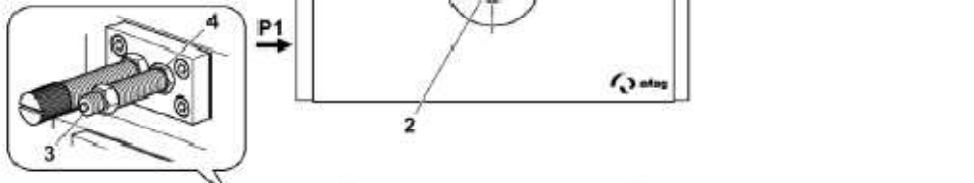

Fig. 15-1
Linke Anschlagsschraube (3) einschrauben. Die Ritzelwelle (2) dreht sich im Uhrzeigersinn. Anschlagsschraube Feinjustieren (eine Umdrehung=1mm Weg) bis sich die Ritzelwelle auf die gewünschte Position gedreht hat. Danach Anschlagsschraube mit Kontermutter (4) sichern (Fig15-1)